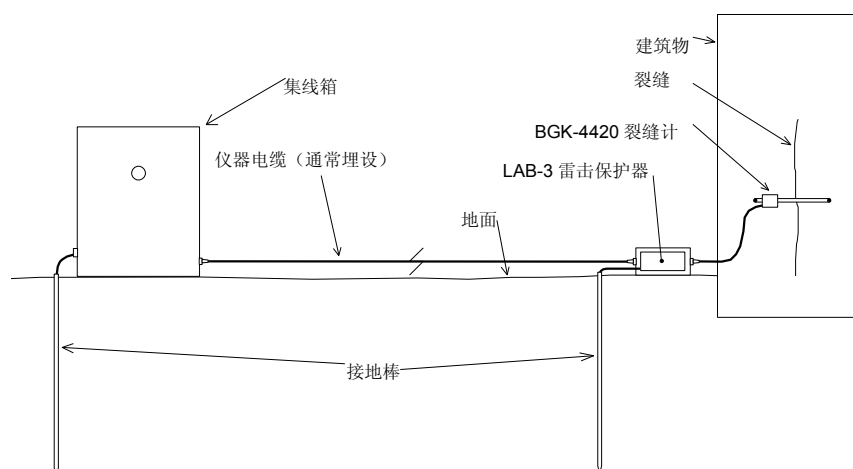

图 7—雷电防护图
- 可从北京 SOIL 公司购得避雷板和相应外壳，并安装在仪器附近。外壳有可拆卸的盖，因此当避雷板 (LAB-3) 损伤时，用户可维修（或更换）此器件。外壳接地端子应与地面相连，便于瞬间电流从仪器导入大地。见图7。有关详细信息或想更换雷电防护设计请向厂方咨询。